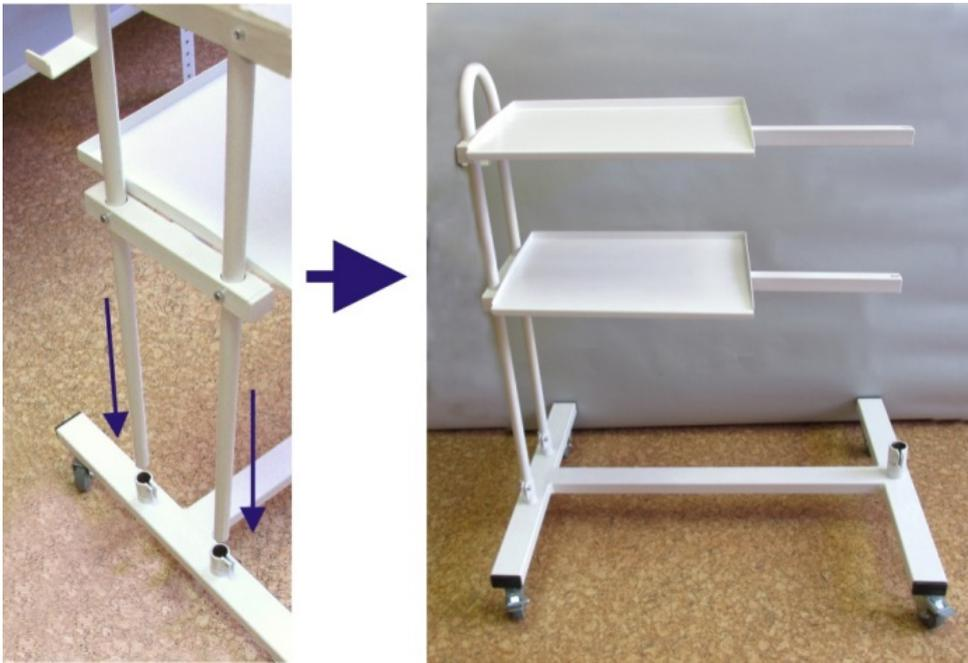

Рис.11. Установка дугообразной стойки с полками на основании с колёсными опорами.
- Вставить до упора свободные концы направляющих дугообразной стойки, с зафиксированными на ней полками, в посадочные места на основании с колёсными опорами (рис.11) и зафиксировать направляющие дугообразной стойки в посадочных местах с помощью винтов из комплекта.